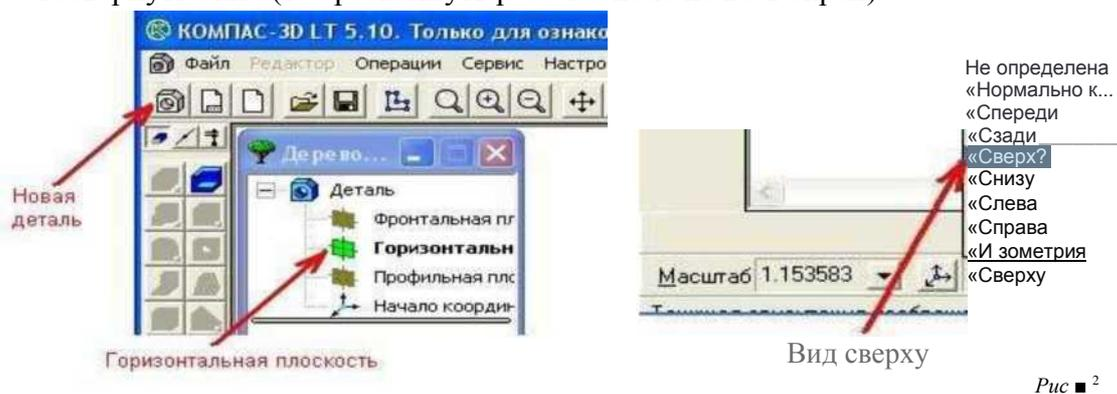

Рис. 1
4. Щелкнуть по кнопке «Новая деталь» (Рис. 1).
5. Выбрать **Горизонтальную плоскость** (Рис. 1).